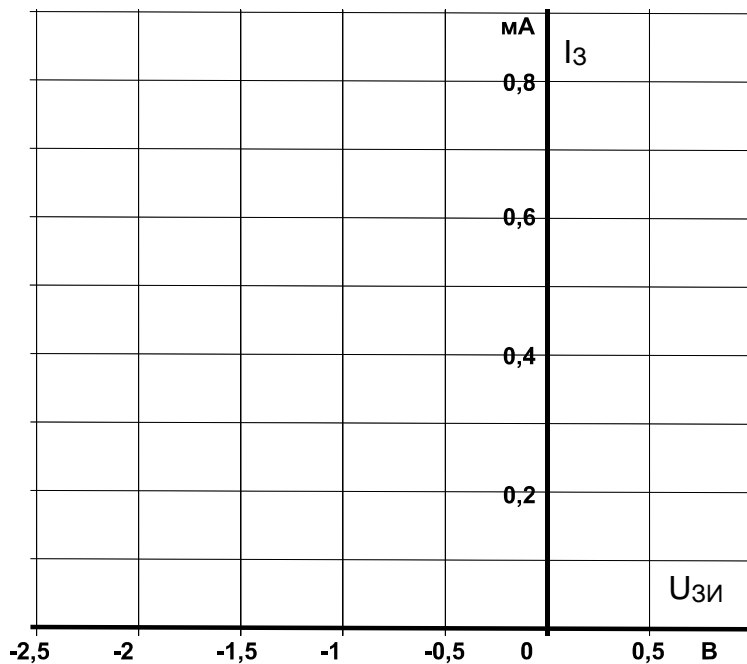

Рис. 5.3.2
- На графиках (рис. 5.3.2 и 5.3.3) постройте кривые зависимостей тока затвора  $I_z$  и тока стока  $I_c$  от напряжения  $U_{зи}$ .